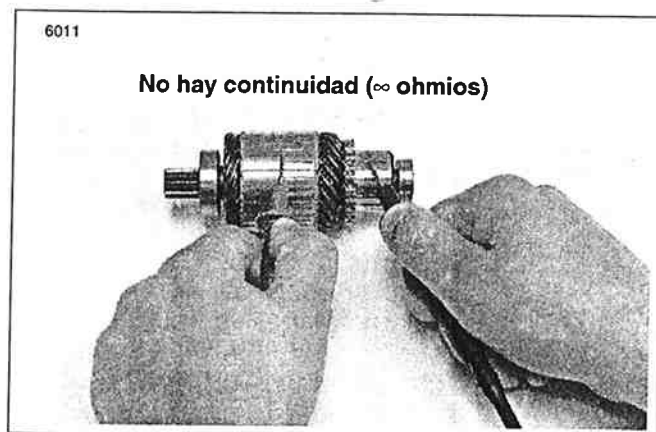

Figura 5-10. Prueba de conexión a tierra de la armadura
10. Vea la Figura 5-10. Compruebe si la ARMADURA ESTÁ A TIERRA con un óhmetro o probador de continuidad.